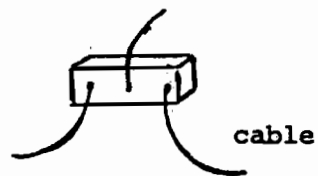

Figura 5
- f) En cada interruptor se coloca 2 cms. de cable en cada pata para hacer la conexión más exacta y más rápida (Figura 5)